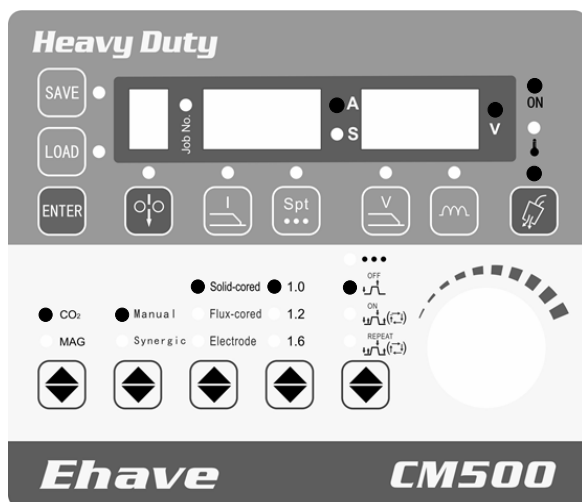

Рис. 3-18 Проверка потока газа.
3. Рисунок 3-18 показывает панель управления, где были установлены параметры.